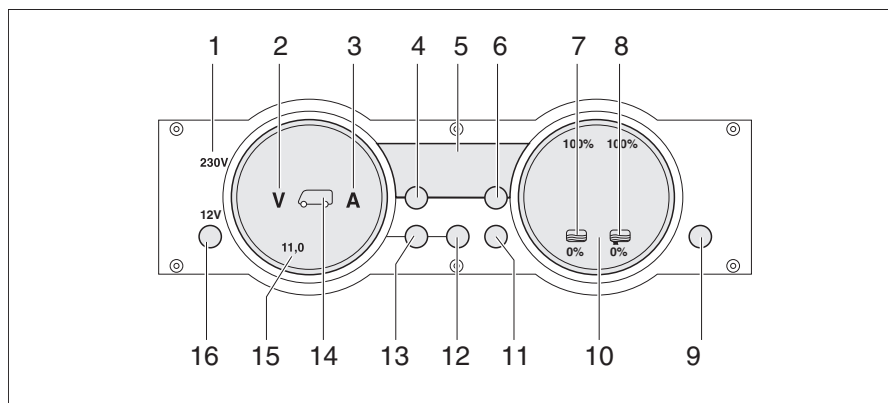

Fig. 271 Pannello di controllo MP 20-S
La spia di controllo 230 V (Fig. 271,1) si accende quando all'ingresso della centralina elettrica è presente una tensione di rete.
L'interruttore principale 12 V (Fig. 271,16) inserisce o disinserisce il pannello di controllo e l'alimentazione a 12 V dell'abitacolo.
- Premere brevemente il tasto "12 V" (Fig. 271,16). L'alimentazione a 12 V dell'abitacolo è inserita. L'indicatore di controllo "12 V" si accende.
- ▷ Se dopo l'accensione il LED "11,0" dell'indicatore dei volt e il simbolo dei Volt "V" (Fig. 271,2) lampeggiano nell'indicatore delle batterie (Fig. 271,15), la tensione della batteria dell'abitacolo è insufficiente. Caricare la batteria.
- ▷ Se dopo l'accensione l'indicatore di controllo "12 V", il simbolo della batteria dell'abitacolo (Fig. 271,14) e il simbolo dei Volt "V" (Fig. 271,2) lampeggiano per tre volte, significa che la separazione della batteria è attivata. Disattivare la separazione della batteria.
- Premere brevemente il tasto "12 V" (Fig. 271,16). L'alimentazione a 12 V dell'abitacolo è disinserita. L'indicatore di controllo "12 V" si spegne.
- Premere il tasto della batteria dell'abitacolo (Fig. 271,12) e tenerlo premuto per circa 10 secondi. Il simbolo dei Volt "V" (Fig. 271,2) e il simbolo degli Ampere "A" (Fig. 271,3) lampeggiano tre volte. La batteria dell'abitacolo è separata dalla rete di bordo a 12 V.
- Premere il tasto "12 V" (Fig. 271,16) e tenerlo premuto per 5 secondi. Il simbolo dei Volt "V" (Fig. 271,2) lampeggia tre volte. La batteria dell'abitacolo è collegata alla rete di bordo a 12 V. L'indicatore di controllo si accende dopo circa 2 secondi.
- Premere il tasto della batteria dell'abitacolo " (Fig. 271,12). Il simbolo dei Volt "V" (Fig. 271,2) si accende. Il simbolo degli Ampere "A" si accende con luce bianca o rossa a seconda del livello di carica o scarica delle batterie. La tensione della batteria e la corrente della batteria dell'abitacolo sono indicate dai LED sul pannello di controllo.
- Premere il tasto della batteria di avviamento " (Fig. 271,13). Il simbolo dei Volt "V" (Fig. 271,2) si accende. La tensione della batteria della batteria di avviamento viene indicata attraverso i LED nell'indicatore.
- Premere il tasto dei serbatoi "  " (Fig. 271,11). I simboli del serbatoio dell'acqua "  " (Fig. 271,7) e del serbatoio delle acque grigie "  " (Fig. 271,8) si accendono. I livelli di riempimento del serbatoio dell'acqua (scala a sinistra) e del serbatoio delle acque grigie (scala a destra) vengono visualizzati mediante i LED nell'indicatore.
Il simbolo Volt "V" (Fig. 271,2) e il LED "11,0" iniziano a lampeggiare non appena la tensione della batteria scende al di sotto di 11 V (misurazione durante il normale esercizio) con conseguente rischio che la batteria si scarichi totalmente.
Il simbolo del serbatoio dell'acqua "☞" (Fig. 271,7) o il simbolo del serbatoio delle acque grigie "☞" (Fig. 271,8) lampeggia se il serbatoio dell'acqua è vuoto o il serbatoio delle acque grigie è pieno.
Attraverso l'indicazione digitale (Fig. 271,5) è possibile visualizzare la temperatura interna e la temperatura esterna.
- Premere il tasto della temperatura interna "☞" (Fig. 271,4). Viene indicata la temperatura interna.
- Premere il tasto della temperatura esterna "☞" (Fig. 271,6). Viene indicata la temperatura esterna.
Con il tasto "Res" (Fig. 271,9) è possibile accendere e spegnere il riscaldamento del serbatoio o la pompa dell'acqua a pressione.
Accensione: ■ Premere il tasto della riserva "Res" (Fig. 271,9). Il simbolo "Res" si accende.